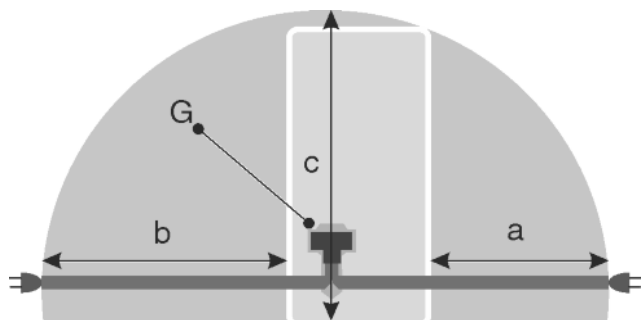

Fig. 19
- Розетка знаходиться за межами зони задньої стінки пристрою у заданому діапазоні Fig. 19 (a, b, c).
- ▶ Штекер пристрою Fig. 19 (G) вставити на задній стінці пристрою. Слід звернути увагу на належну фіксацію.